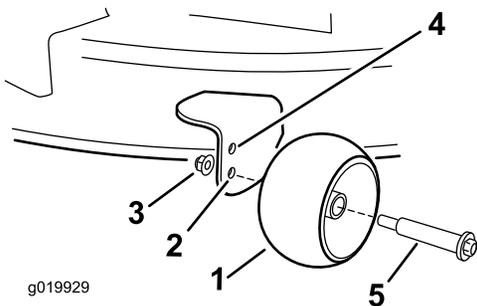

Figura 28
- Taladro superior – utilice esta posición cuando la carcasa de corte está en la posición de altura de corte de 63 mm o menos (Figura 28).
- Taladro inferior – utilice esta posición cuando la carcasa de corte está en la posición de altura de corte de 76 mm o más (Figura 28).